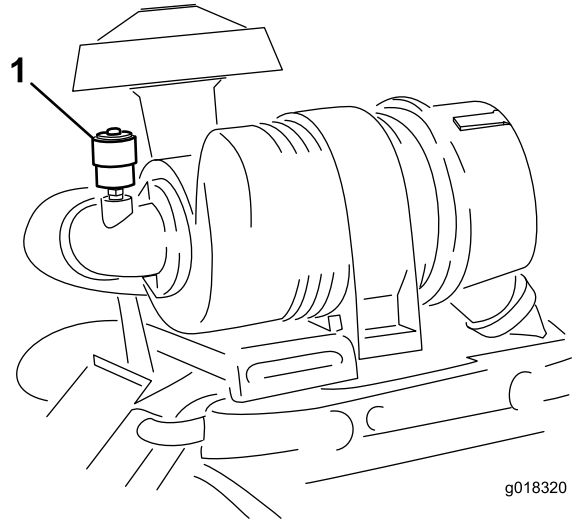

Figura 43
Nota: Faça a manutenção ao filtro de ar apenas quando o indicador de manutenção (Figura 43) o exigir. Mudar o filtro de ar antes de ser necessário apenas aumenta a possibilidade de entrar sujeira no motor quando se retira o filtro.
6. Reinicie o indicador (Figura 43) se este se apresentar vermelho.